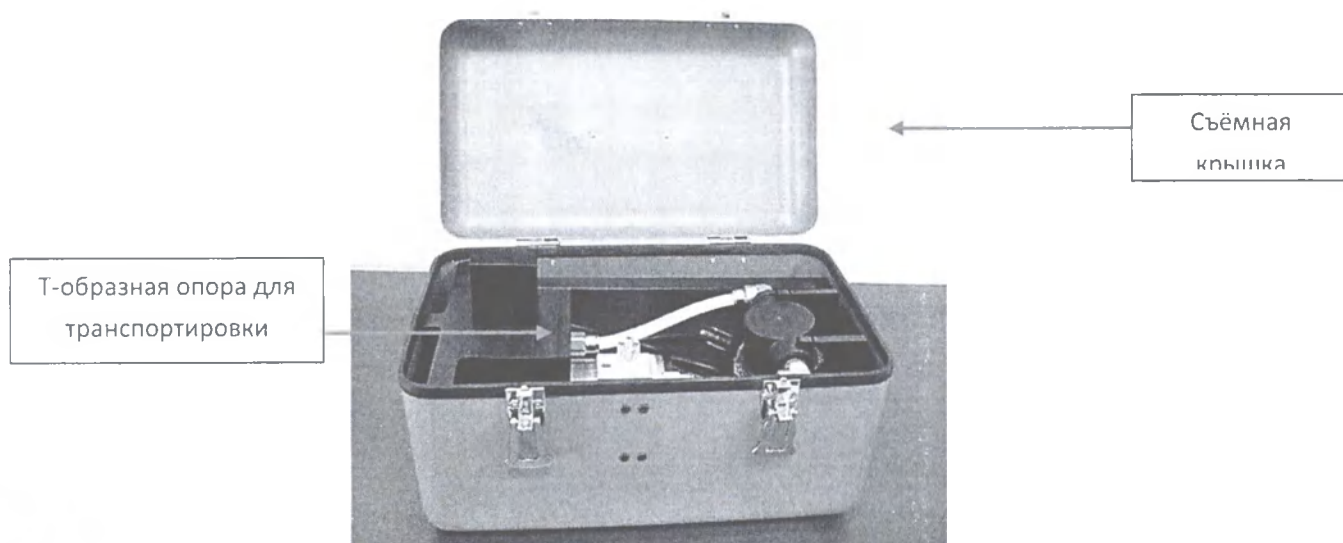

Рисунок 2
2. Откройте крышку (см. рисунок 2)
3. Снимите чёрную пластиковую Т-образную опору для транспортировки (см. рисунок 2)